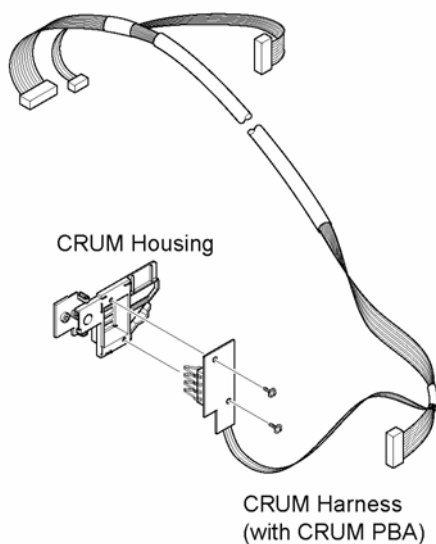

Рисунок 4
7. Если требуется, выкрутите два винта, крепящие плату CRUM, затем снимите ее, рисунок 4.